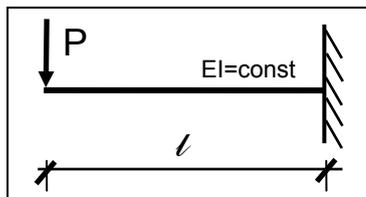

Fig. 5
06) Deplasările capatului liber "A" al consolei din Fig. 5 sunt următoarele: